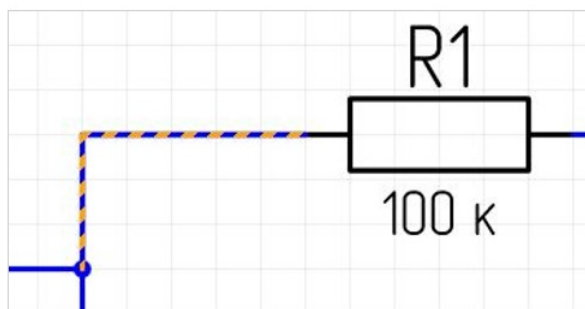

Рис. 76 Проводник на схеме
- Проводник – участок цепи между парой точек. Проводник обычно проложен между выводами УГО и/или точками соединений, см. Рис. 76;